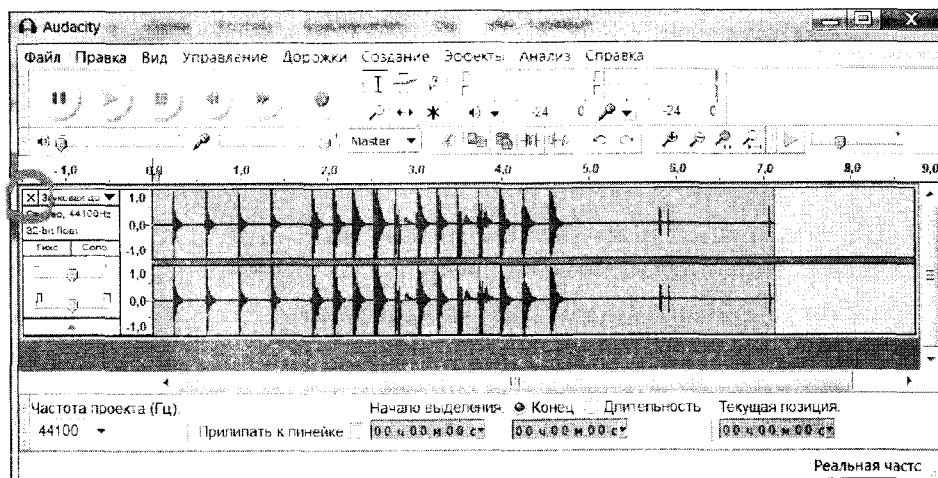

Рис. 19. Звуковая дорожка в редакторе Audacity
5. Если результат вам не очень нравится — удалите дорожку (рис. 19) и запишите свой голос еще раз.